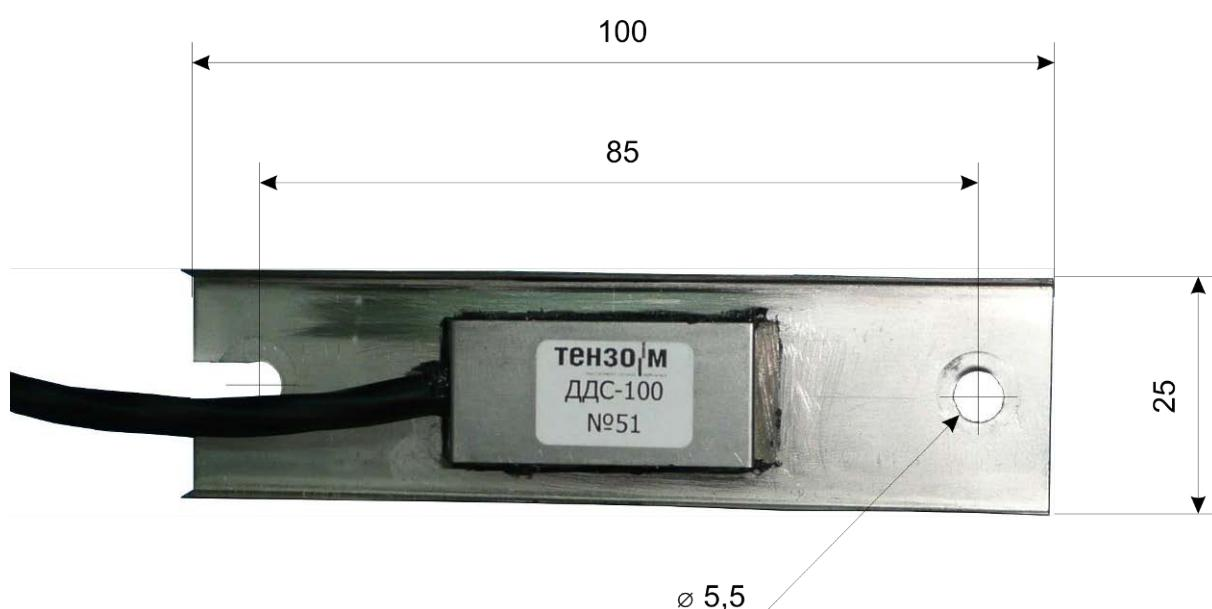
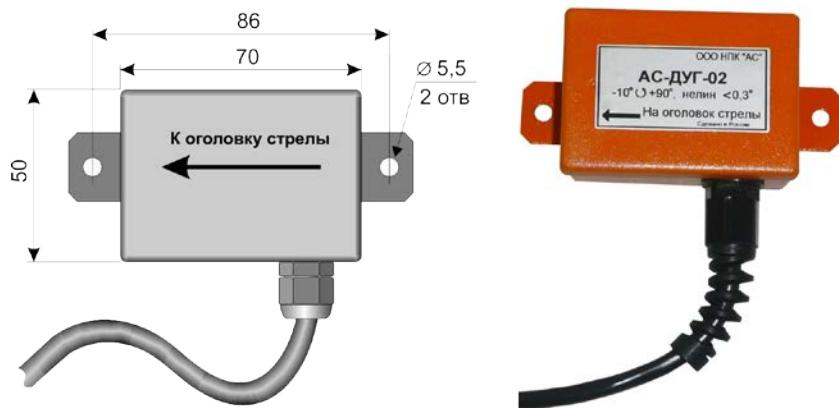

Рис. 2
Рис.3
6.5. Для функционирования АОГ к его входам должны быть подключены датчик деформации верхнего колена подъёмника, рис.2 и датчик угла наклона верхнего колена, рис.3..
6.5.1. Датчик деформации, рис.2, представляет собой прибор, преобразующий величину деформации верхнего колена подъёмника под действием нагрузки в электрический сигнал. **Такая схема исключает зависимость порога срабатывания ограничителя от места расположения груза в люльке.**
6.5.2. Датчик угла наклона, Рис.3, представляет собой электронный потенциометр, приводимый в действие силой гравитации и преобразующий угол наклона верхнего колена в электрический сигнал. Датчик размещен на боковой поверхности колена.